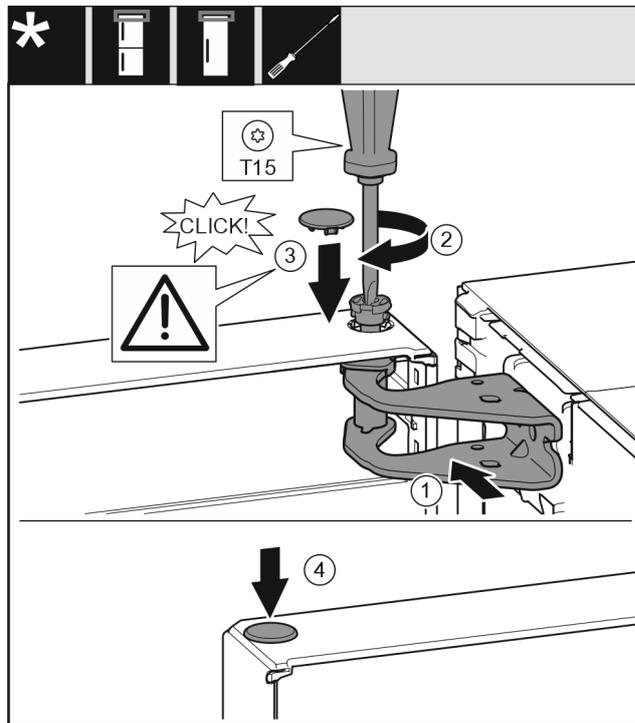

Fig. 20
- ▶ Orientar la parte superior de la puerta respecto a la apertura del soporte de apoyo. Fig. 20 (1)
- ▶ Introducir los pernos y apretar con el destornillador T15. Fig. 20 (2)
- ▶ Montar la cubierta del seguro para asegurar la puerta: Introducir la cubierta del seguro y comprobar que descansa sobre la puerta. De lo contrario, introducir por completo los pernos. Fig. 20 (3)
- ▶ Introducir los tapones. Fig. 20 (4)